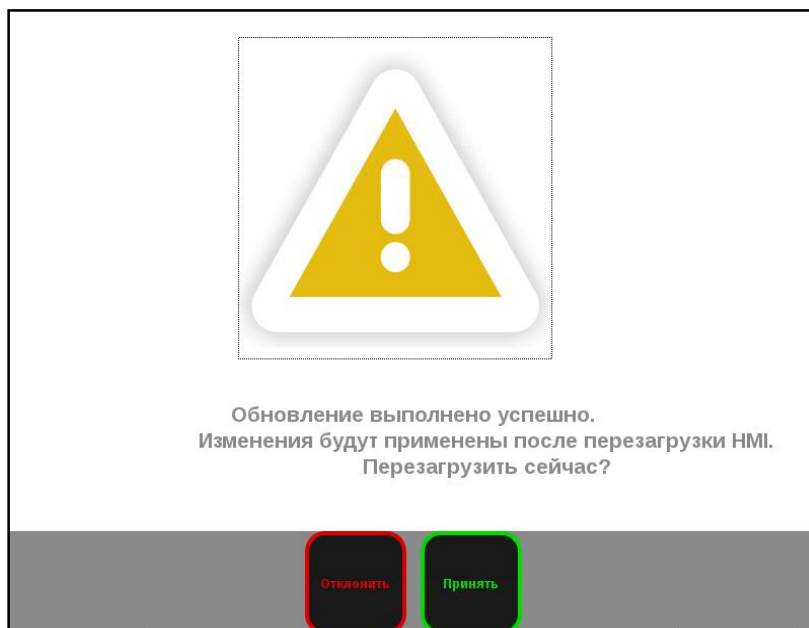

Рис. 55. Сообщение при обновлении.
7. После установки обновления появится диалог с предложением перезапустить СЧПУ. Нажмите «Принять» для перезапуска или «Отменить», если собираетесь перезапустить СЧПУ вручную (Рис. 55).